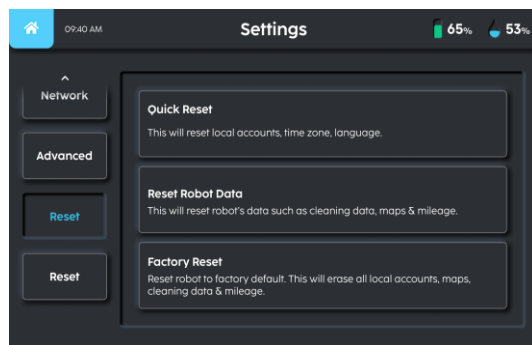

FIGURE 6-10
1. Sélectionnez 'Réinitialiser' (Fig.6-10).